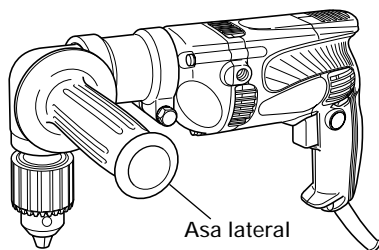

Fig. 12
(3) Instalación del asa lateral (Fig.12)